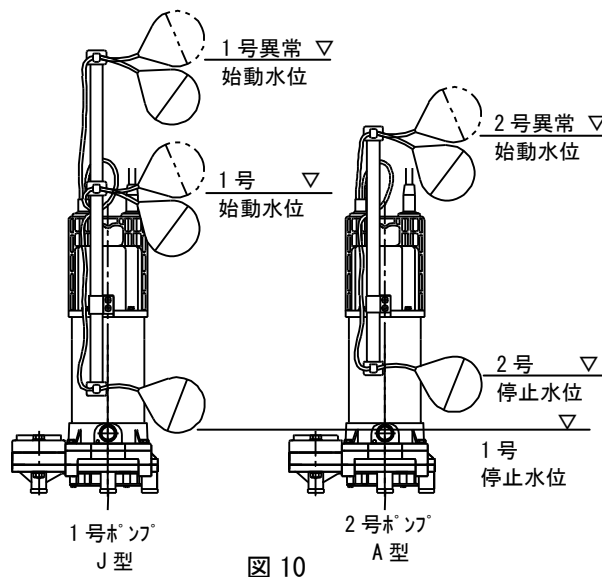

図 10
- (3) ポンプ内に空気が混入し排出されない時、最悪の場合は、空気が羽根車の中心部に集り揚水不能(エアロック)となります。ポンプの空気は完全に抜いて下さい。
- (4) 正しい回転方向になったら仕切弁を徐々にあげ、圧力、吐出し量ならびに電流値など ([8] 故障の原因と対策の項参照) に異常がないか確認してください。なお、仕切弁のない場合に電流値が定格値を超えている時にはご計画の再検討が必要です。
- (5) 1号ポンプ(DWSJ型)と2号ポンプ(DWSA型)が自動交互運転を行うか次の点をご確認ください。(図 10 参照)